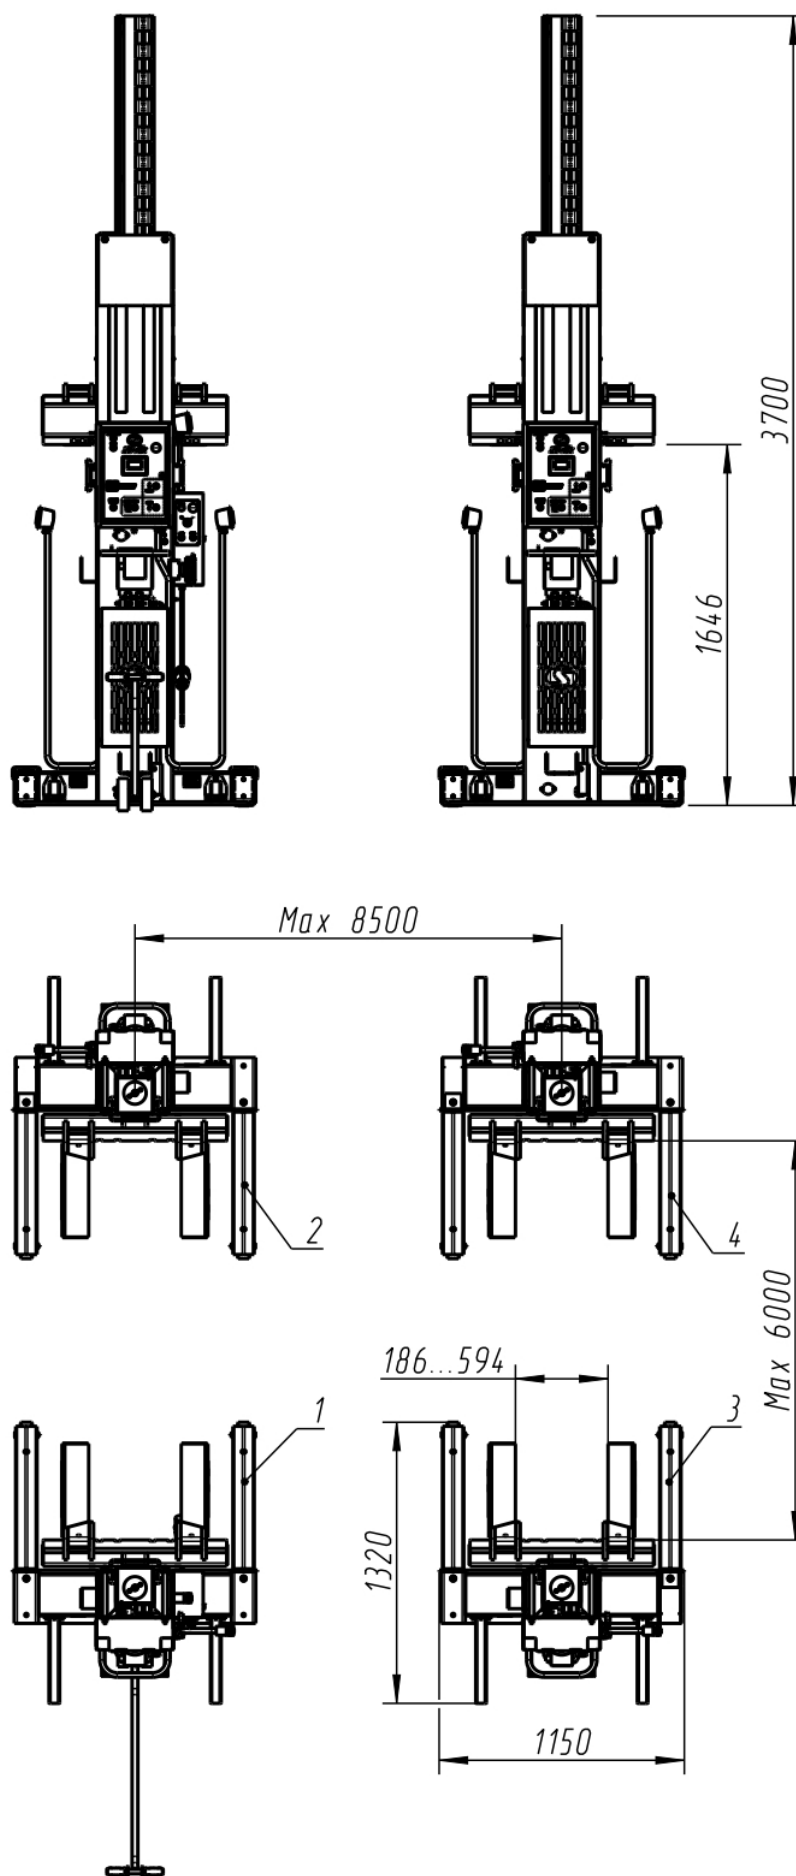
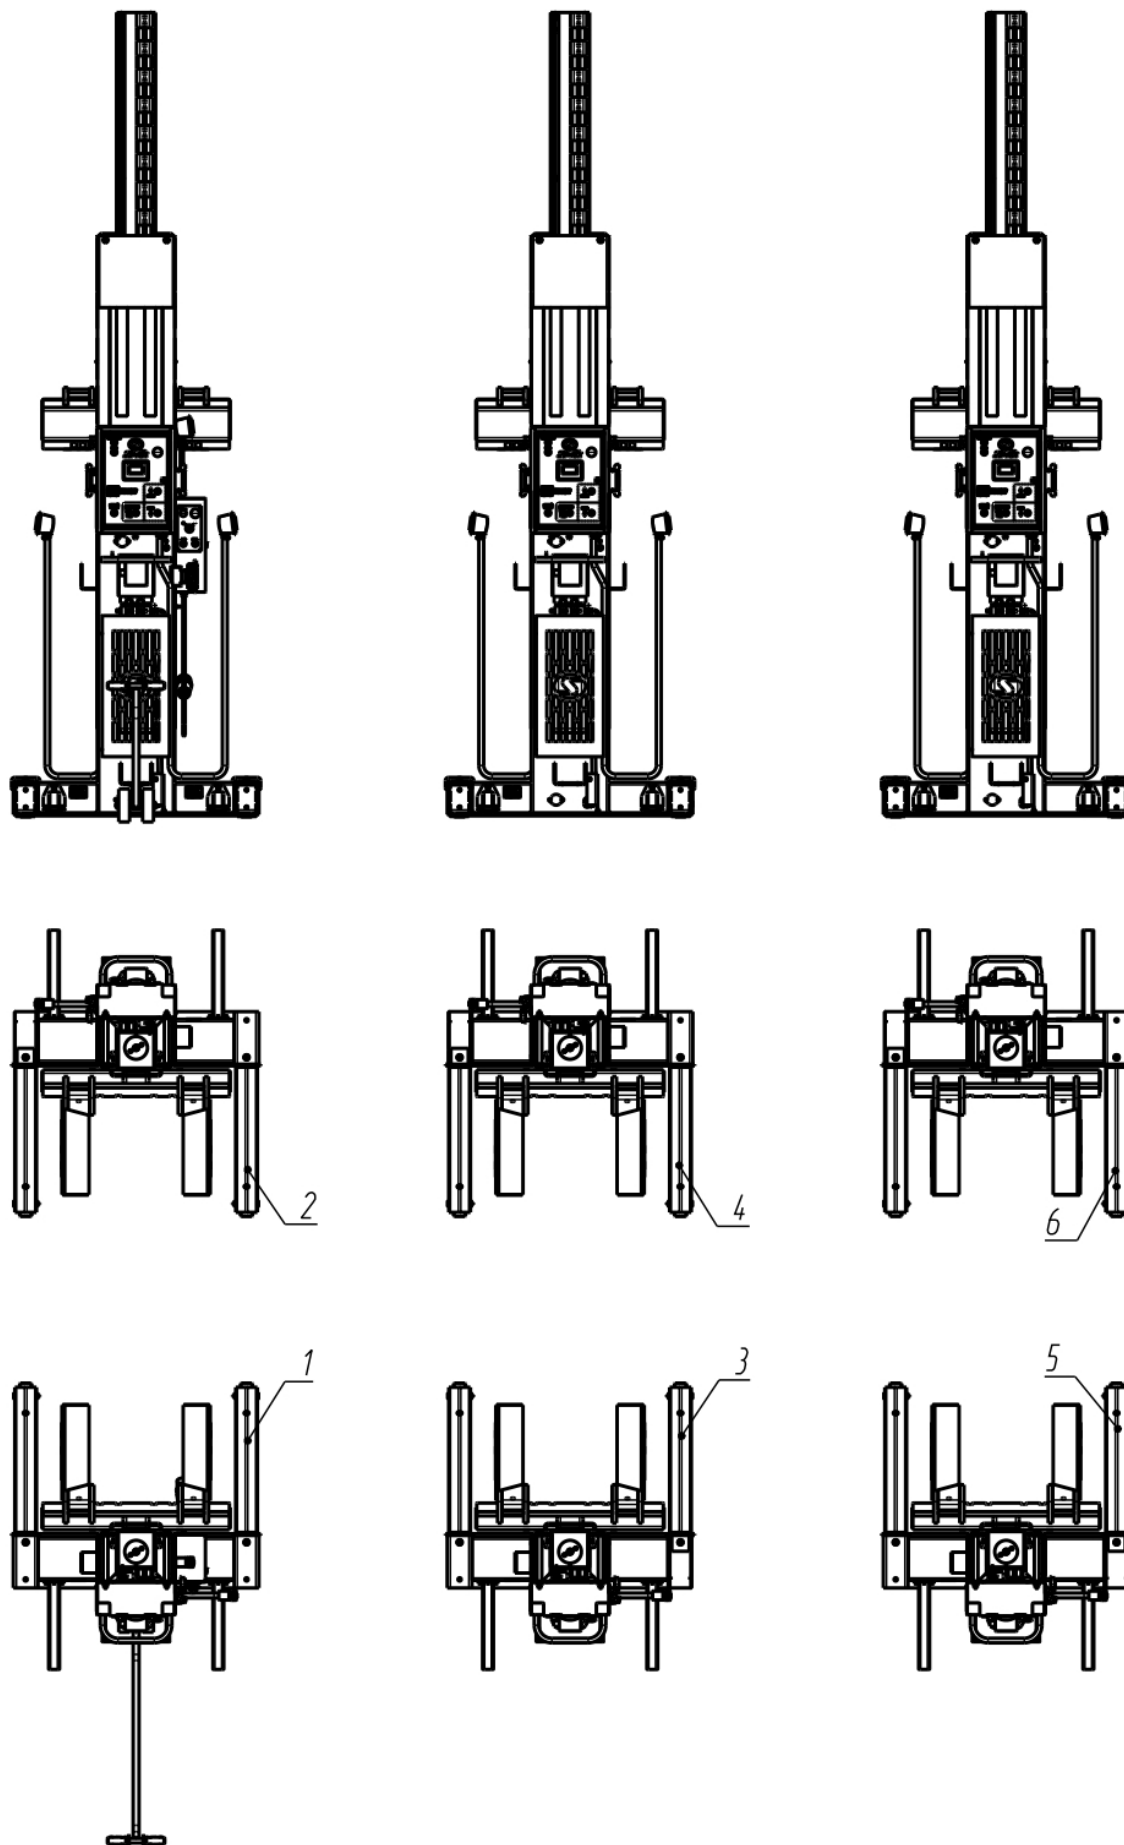

Рисунок 4.1 - Общий вид подъемника ПГП-24000/4
Рисунок 4.2 - Общий вид подъемника ПГП-36000/6
4.1 Подъемник состоит из: модель ПГП-24000/4 (рисунок 4.1) – четырех стоек – главной №1 и второстепенных №№ 2, 3, 4; модель ПГП-36000/6 (рисунок 4.2) – шести стоек - главной №1 и второстепенных №№ 2, 3, 4, 5, 6. Подъемник модели ПГП-24000/4 возможно переоборудовать в подъемник модели ПГП-36000/6 при дополнительном приобретении стоек (от модели ПГП-36000/6) №5 и №6.